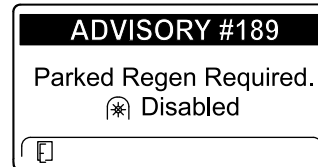

Figura 42
- Se non eseguite una rigenerazione parcheggiata entro 2 ore, l'InfoCenter visualizza il messaggio di richiesta della rigenerazione parcheggiata e di disabilitazione della presa di forza ADVISORY #189 (Figura 42).